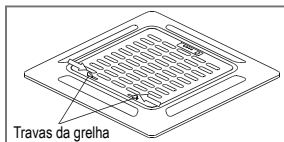

FIG. 18
- a) Retire cuidadosamente a grelha (se esta vier montada na unidade) pressionando simultaneamente as travas da grelha para dentro, em seguida segure a grelha em um ângulo de 45°, levante-a levemente e remova-a do corpo principal da un. evaporadora. (Fig. 18).